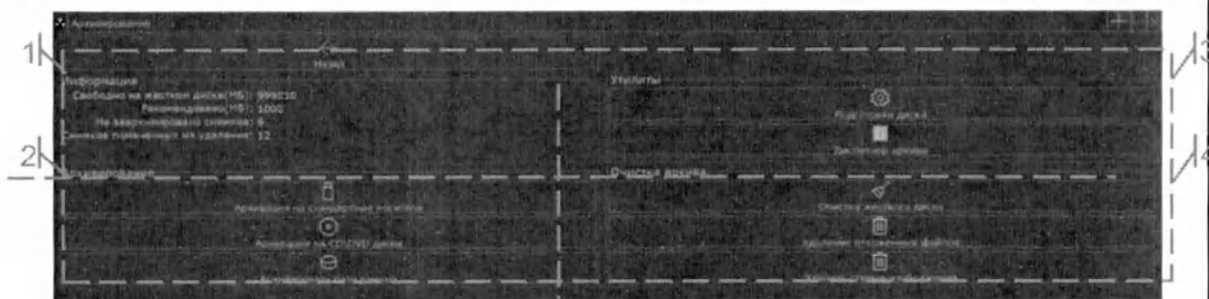

Рис. 13 Внешний вид окна "Архивирование"
- Откроется окно «Архивирование» (Рис. 13 Внешний вид окна "Архивирование").